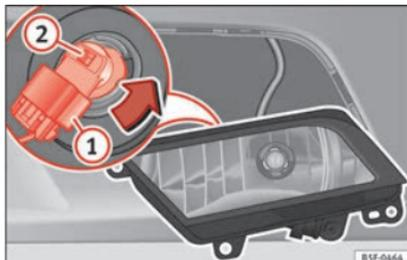

Fig. 114 Faro fendinebbia.
- Estrarre il connettore » » **fig. 114** **1** della lampada.
- Ruotare il portalamпада » » **fig. 114** **2** verso sinistra e tirare.